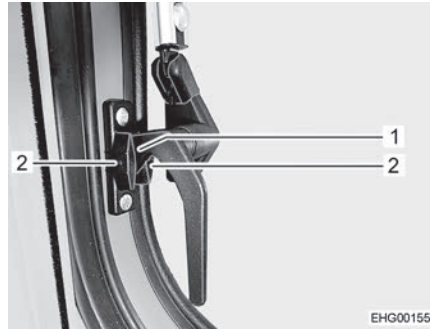

Bild 33 Låsarm, i sidan (i läget "kontinuerlig vädring")
- Sväng låsarmarna i sidorna ett kvarts varv nedåt. För in låsspaken (Bild 33,1) mellan de båda halvorna av låsblocket.